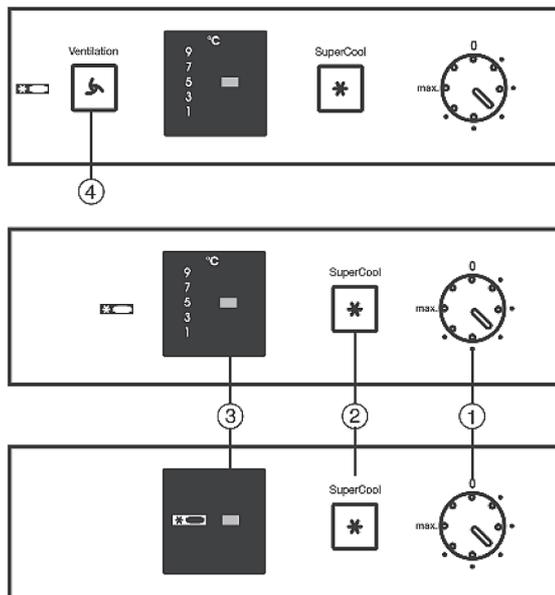

Рис. 2
- ▶ Поверните регулятор температуры *Рис. 2(1)* вправо с помощью монеты.
- ▶ Вращайте регулятор температуры *Рис. 2(1)* с помощью монеты до тех пор, пока на дисплее не появится нужное значение температуры.*
- ▶ Вращайте регулятор температуры *Рис. 2(1)* с помощью монеты.*